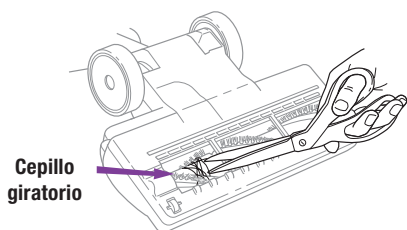

Fig. 29
- 2 Inspeccione la abertura de abajo y el cepillo giratorio. Si hay acumulación de desechos, remuévalos. Corte con cuidado todo lo que esté enrollado alrededor del cepillo giratorio con una tijera. No dañe o corte las cerdas del cepillo. (Fig. 29)